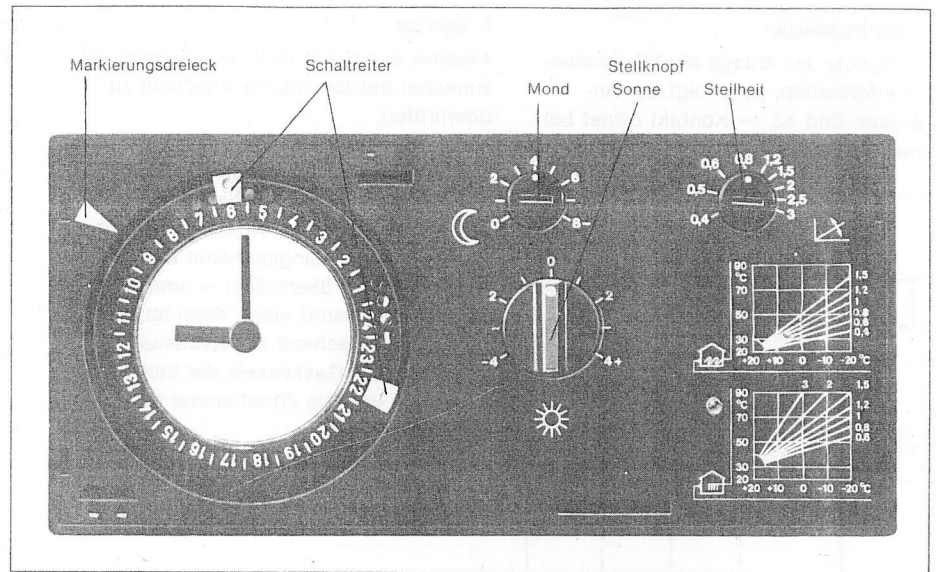

Bild 7 ELFATHERM FZ ohne Abdeckkappe
3. Bedienung des Gerätes (Bild 7 und 7a)
3.2 Temperatureinstellung (Bild 7 und 10)
3.3 Absenkung (Bild 7 und 11)
4. Einstellung der Schaltuhr (Bild 7)